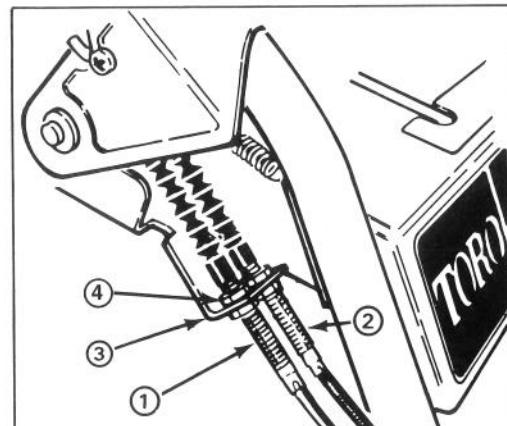

Abbildung 22
4. Die obere, das Räumwerk-/Gebläse-Kabel an die Befestigungsschelle festhaltende Gegenmutter lösen (Abb. 22).
5. Die untere Gegenmutter nach obendrehen, um die Riemenspannung zu erhöhen (Abb. 22).
EINSTELLEN DES FAHRANTRIEBSRIEMENS (Abb. 22)
2. Die drei (3), die Riemenabdeckung befestigenden Blechschrauben entfernen und die Riemenabdeckung auf den Kabeln nach oben schieben.
8. Die das Kabel an die Schelle befestigenden Gegenmuttern an dem dem auszuwechselnden Riemen entsprechenden Steuerkabel lösen (Abb. 22). Beim Auswechseln des (der) Riemen(s) muß das Kabel zum Gleiten in der Schelle frei sein.